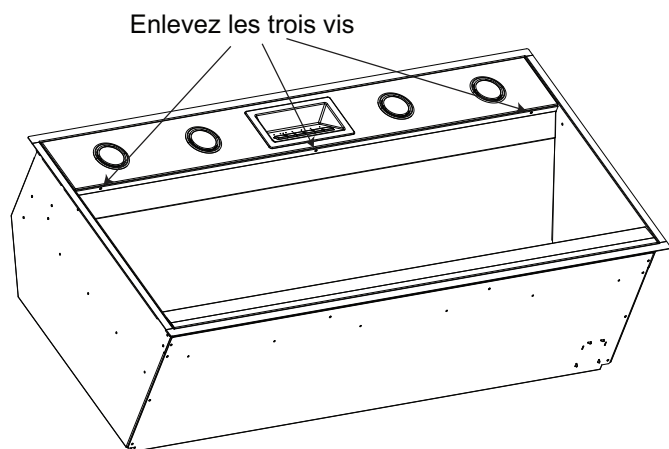
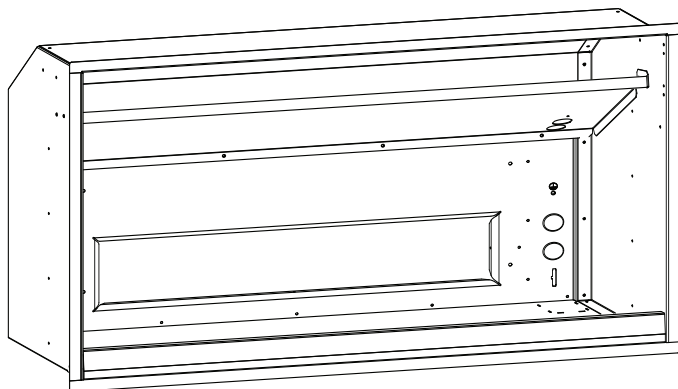

Figure 12 : Retrait du panneau en acier inoxydable
Figure 13 : Retrait de la pièce principale du bâti
- Enlevez la pièce principale du bâti (Figure 13).
6. Réinstallez les différentes pièces de la hotte de la *Figure 12* et *Figure 13*.